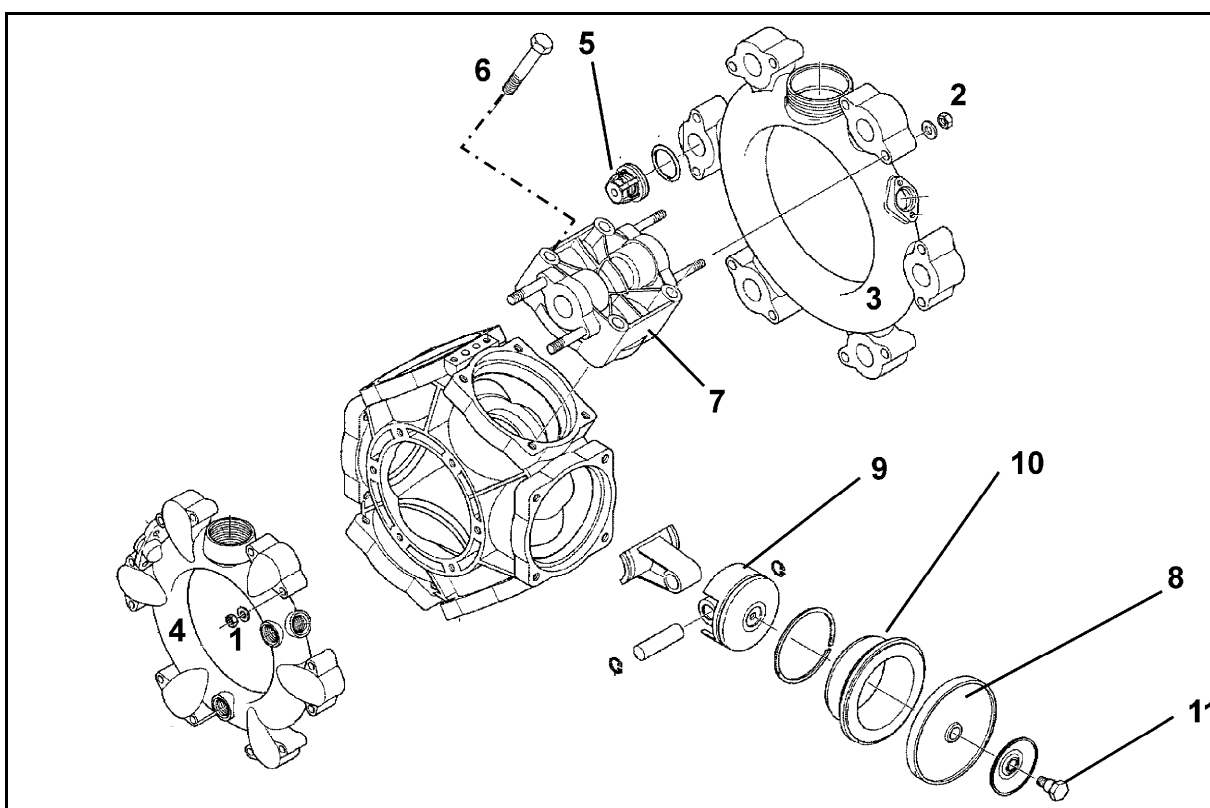

Fig. 166
- Det kontrolleres, at stempelmembranerne (Fig. 166/1) fungerer upåklageligt mindst en gang årligt ved at afmontere dem.
- Læg mærke til, hvordan ventilerne på suge- og tryksiden er monteret, inden ventilgrupperne (Fig. 166/5) afmonteres.
- Alle stempelmembraner skal principielt skiftes (Fig. 166/6) også hvis kun en stempelmembran er brækket, porøs eller ødelagt.
2. Møtrikkerne (Fig. 166/1) fjernes.
3. Suge- og trykrør (Fig. 166/3 og Fig. 166/4) afmonteres.
4. Ventilgruppen (Fig. 166/5) afmonteres.
5. Møtrikkerne (Fig. 166/6) fjernes.
6. Cylinderhovedet (Fig. 166/7) afmonteres.
7. Stempelmembranerne (Fig. 166/8) kontrolleres.
8. Udskift de beskadigede membraner (Fig. 166/8).
- Stempelmembranerne (Fig. 166/8) fastgøres med holdeskive og skrue (Fig. 166/11) til stemplet (Fig. 166/9), så kanten peger på siden af cylinderhovedet (Fig. 166/7).
- Møtrikkerne (Fig. 166/1,2) skal strammes over kors med den anførte tilspændingsværdi. Hvis boltene ikke er spændt korrekt, bevirker det, at pumpen bliver utæt
1. Skruen (Fig. 166/11) løsnes og stempelmembranen (Fig. 166/8) afmonteres sammen med holdeskiven (Fig. 166/9) fra stemplet.
3. Cylinderen (Fig. 166/10) i pumpehuset afmonteres.
6. Cylinderen (Fig. 166/10) sættes atter i pumpehuset.
7. Stempelmembranerne (Fig. 166/8) monteres.
8. Cylinderhovedet (Fig. 166/7) monteres på pumpehuset og skruerne (Fig. 166/6) spændes ens over kors.
9. Efter kontrol og rengøring monteres ventilgrupperne (Fig. 166/5).
11. Suge- (Fig. 166/3) og trykkanal (Fig. 166/4) monteres på pumpehuset.
12. Møtrikkerne (Fig. 166/1,2) spændes over kors med en tilspændingsværdi på **11 Nm**.